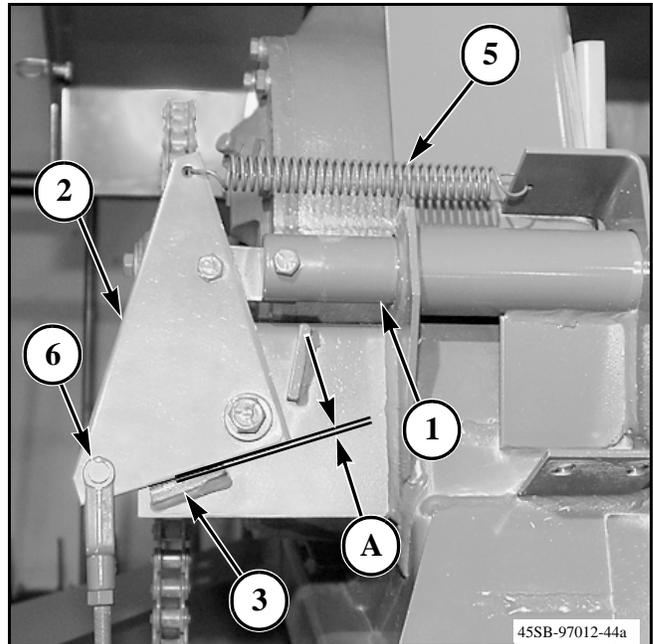

FIG. 35
FIG. 35: El tope de seguridad del émbolo (1) protege las agujas si no regresan a la posición inicial al finalizar el ciclo de amarre. Si las agujas no regresan a la posición inicial al finalizar el ciclo de amarre, el tope de seguridad del émbolo seguirá activado. El brazo del cigüeñal del émbolo entrará en contacto con el tope de seguridad del émbolo que detendrá el émbolo y provocará la rotura del perno de corte del volante.
2. Coloque las agujas en la posición inicial de modo que el resorte del tope de seguridad aplique tensión en el varillaje del tope de seguridad. Debe haber un espacio de 3 a 5 mm (0,118 a 0,197 pulg.) (A) entre la placa de varillaje (2) y el tope (3). Si esta separación no es la correcta, lleve a cabo el siguiente paso.
3. Desconecte el resorte del tope de seguridad (5) de la placa de varillaje. Quite el perno de horquilla que sujeta la horquilla (6) a la placa de varillaje. Para lograr la separación correcta, afloje la contratuerca y ajuste la horquilla hacia adentro o hacia afuera en el varillaje del tope de seguridad.